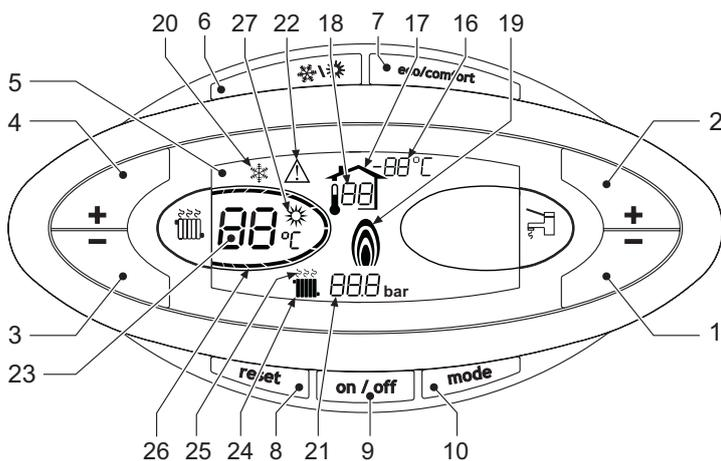
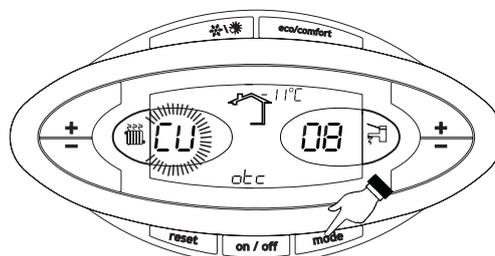
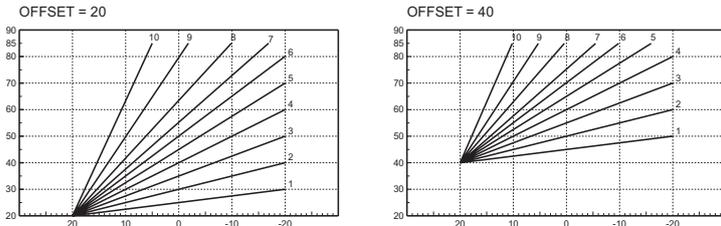

рис. 1 - Панель управления
рис. 9 - Кривая погодозависимого регулирования
рис. 12 - Пример параллельного смещения кривых погодозависимого регулирования
Нажмите на кнопку вкл/выкл (поз. 9 - рис. 1) в течение 1 секунды.
Для повторного включения котла снова нажмите клавиш вкл/выкл (поз. 9 рис. 1) в течение 1 секунды.
- Нажмите кнопку ВКЛ/ВЫКЛ (9 - рис. 1)
Нажмите клавишу **Лето/Зима** (поз. 6 - рис. 1) на 1 секунду.
На дисплее высвечивается символ "Лето" (поз. 27 - рис. 1). При этом котел будет вырабатывать только воду для ГВС. Остается активной система защиты от замерзания.
Для выключения режима "Лето" вновь нажмите клавишу **Лето/Зима** (Поз. 6 - рис. 1) на 1 секунду.
Температура в системе отопления регулируется с помощью **кнопок отопления** (поз. 3 и 4 - рис. 1) в пределах от минимума 30 °С до максимума 80 °С
С помощью **кнопок системы ГВС** (поз. 1 и 2 - рис. 1) температуру можно регулировать от минимальной 10°C до максимальной 65°C
При установке внешнего датчика (опция) на дисплей панели управления (поз. 5 -) выводится рис. 1 текущая внешняя температура, измеряемая этим датчиком. При этом система управления котлом работает в режиме "Плавающая температура". В этом режиме температура воды в системе отопления регулируется в зависимости от внешних климатических условий с тем, чтобы обеспечить максимальный комфорт и экономии энергии в течение всего года. В частности, при увеличении температуры наружного воздуха уменьшается температура подаваемой в систему отопления воды в соответствии с определенной "характеристикой компенсации".
В режиме плавающей температуры величина, заданная с помощью клавиш регулировки отопления (поз. 3 и 4 - рис. 1) , становится максимальной температурой воды системы отопления. Рекомендуется устанавливать ее на максимальную величину, чтобы позволить системе выполнять регулировку во всем полезном рабочем диапазоне.
При однократном нажатии клавиши **Режим** (поз. 10 -) на дисплее высвечивается текущая кривая погодозависимого регулирования (рис. 1), которую можно изменить с помощью клавиш задания температуры рис. 9 воды ГВС (поз. 1 и 2 - рис. 1).
При нажатии клавиш регулировки температуры отопления (поз. 3 и 4 -) получается доступ к режиму параллельного изменения кривых (рис. 1), выполняемого с помощью клавиш "+"рис. 12 и "-" (поз.1 и 2 - рис. 1).
При повторном нажатии клавиши **Режим** (поз. 10 - рис. 1) осуществляется выход из режима регулировки параллельных кривых.
Если к котлу подключено устройство дистанционного управления с таймером (опция), вышеописанные регулировки производятся в соответствии с указаниями, приведенными в таблице 1. При этом на дисплее пульта управления (поз. 5 - рис. 1) высвечивается температура в помещении, измеряемая устройством дистанционного управления.
Выбор режимов ECO/COMFORT	При выключении режима ГВС с пульта ДУ котел переходит в режим "Эко-поту". В этих условиях клавиша 7рис. 1 - на панели котла отключена.
При включении режима ГВС с устройства ДУ с таймером котел устанавливается в режим Comfort. В этих условиях с помощью клавиши 7рис. 1 - на панели управления котла можно выбрать любой из этих двух режимов.